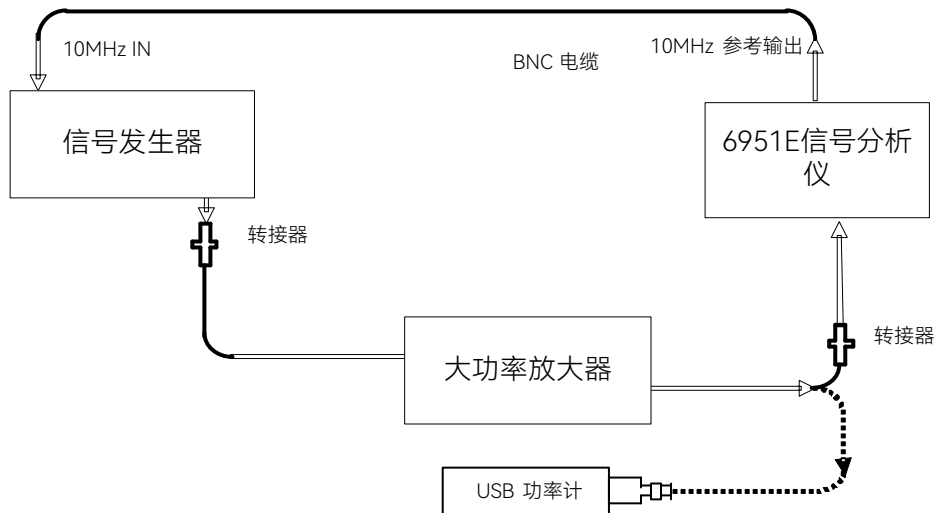

图7.6 最大安全输入电平测试
- 1) 开机预热 30 分钟，按图 7.6 连接设备，大功率放大器的输出通过 20dB 固定衰减器接功率计功率传感器。
- 3) 关闭信号发生器输出，关闭大功率放大器电源，按图 7.6 所示实线位置改变测试连接关系，将功率放大器的输出电缆接 6951E 的输入。